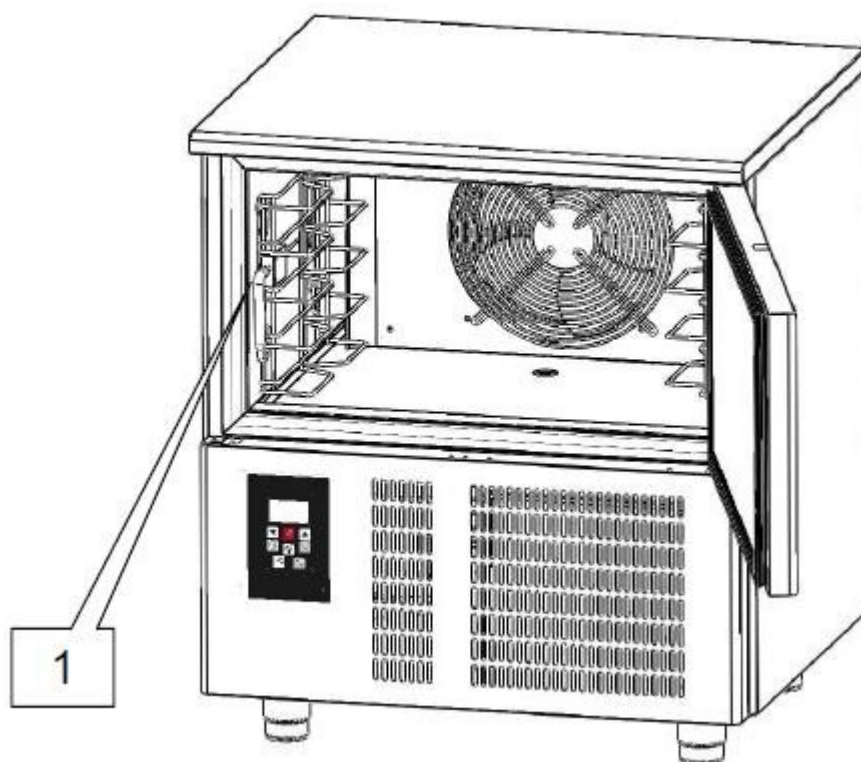

Fig. 10
Kärtermometern (ref. 1 fig. 10) måste rengöras före varje ny cykel för att undvika all förorening av produkten. Ta bort alla rester med hjälp av en svamp indränkt i neutralt rengöringsmedel. Skölj med rikligt med vatten och lägg på en steriliserande produkt.